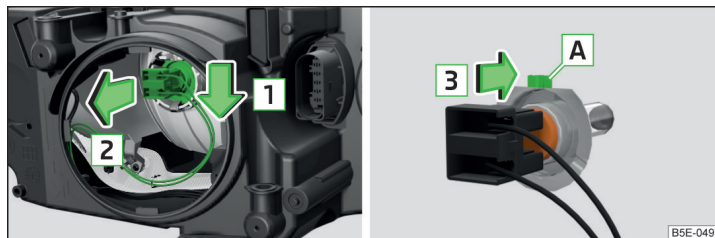

Fig. 244 Phares à halogène : Ampoules pour les feux de croisement
- Défaites la fiche avec l'ampoule dans le sens des flèches 1 » fig. 244.
- Fixez la prise de la nouvelle ampoule de sorte que le point de fixation A » fig. 244 de l'ampoule corresponde à l'orifice du réflecteur.